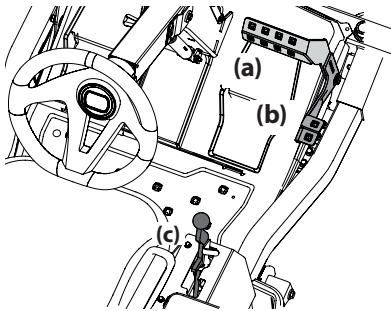

Figura 18
2. Para conducir hacia ADELANTE, presione lentamente el pedal de marcha adelante (a) hasta alcanzar la velocidad deseada. Consulte la Figura 18.
3. Para que el tractor se detenga o ande más despacio, saque el pie del pedal de transmisión marcha adelante (a) o atrás (b). Para bloquear el freno de mano, coloque los pedales de control de la conducción en punto muerto y tire de la palanca del freno de mano (c) hacia atrás. Consulte la Figura 18.
4. Para conducir marcha atrás, verifique que el área de atrás esté despejada, luego presione lentamente hacia abajo el pedal de transmisión marcha atrás (b) con la parte anterior de la planta (NO con el talón) hasta alcanzar la velocidad deseada. Consulte la Figura 18.